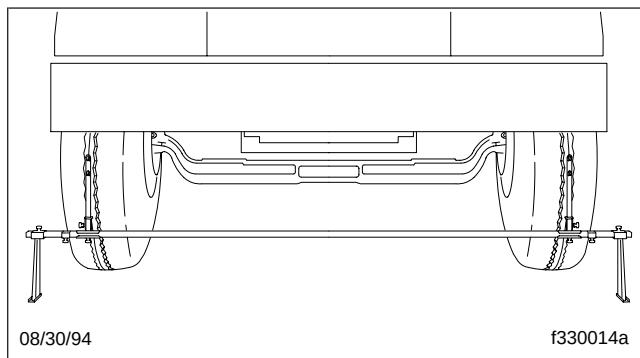
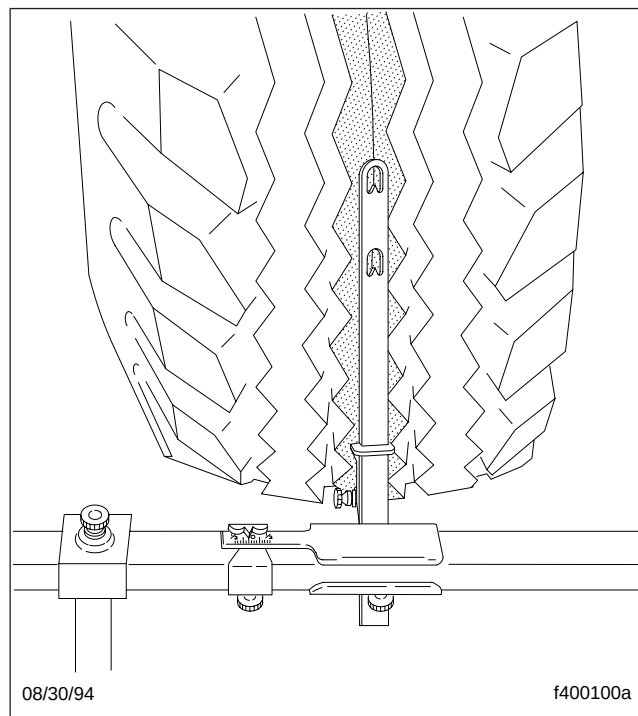

Fig. 5, Positionnement de la barre
Fig. 6, Réglage des indicateurs de la barre
7. Placez la barre devant les pneus (voir la **figure 5**) et ajustez l'extrémité de la balance de sorte que les indicateurs soient alignés sur les lignes tracées. Voir la **figure 6**.